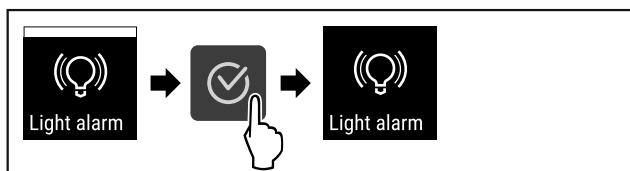

Fig. 98
- ▶ Suivre les étapes (voir Fig. 98) .